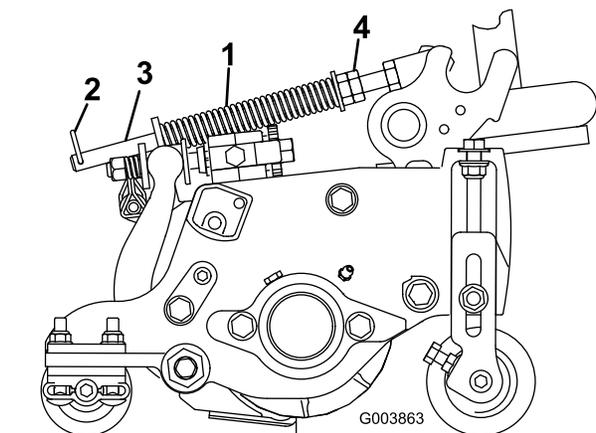

图16
草坪补偿弹簧（图16）可将重量从前滚筒转移至后滚筒。这有助于减少草坪的波动图形，也称为波浪形或摆动形。
1. 确保发卡销安装在弹簧杆的后孔内（图16）。
2. 拧紧弹簧杆前端的六角螺母，直至 12.7cm 滚刀组压缩后的弹簧长度为 12.7cm，或者 17.8cm 滚刀组压缩后的弹簧长度为 15.9cm（图16）。